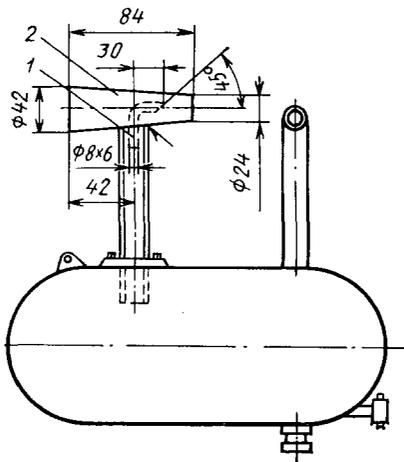

Рис. 3.10.2. Доработка отсечно-
- 4.1. Изготовьте из нержавеющей стали толщиной 0,8—1,0 мм сопло, путем сварки развертки сопла, используя КАС (рис. 3.10.2). Сопло представляет со-